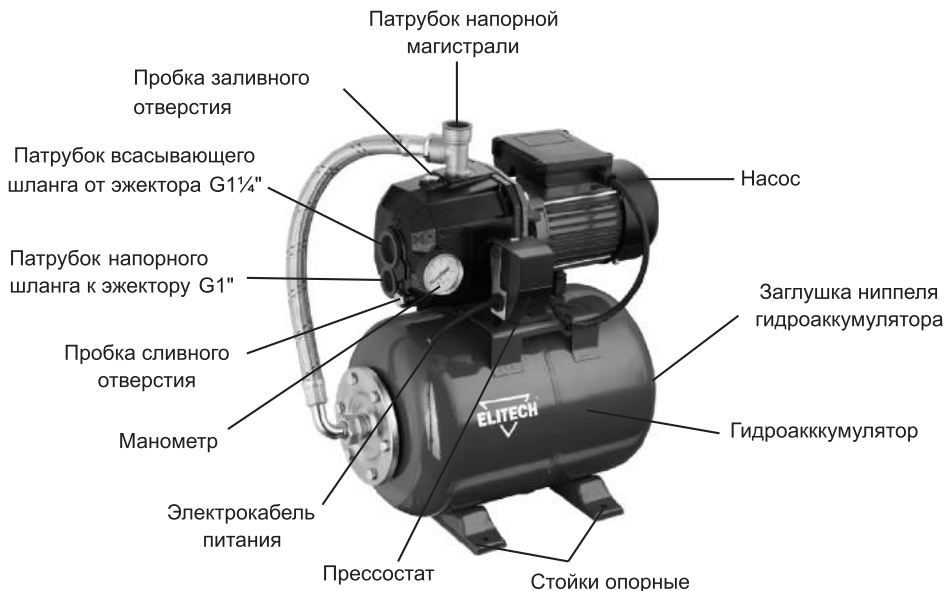

Рис. 1
4. Гаечным ключом (17мм) открутить пробку сливного отверстия (см. рис. 1), после чего сойдет вода, находящаяся в корпусе насоса